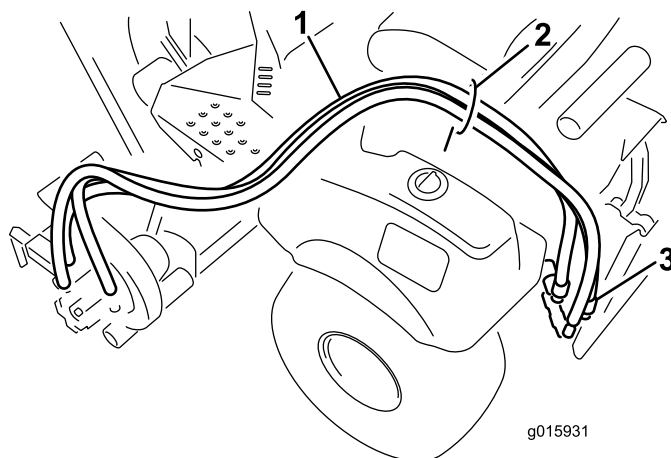

Figura 14
1. Pase las mangueras hidráulicas por la guía de las mangueras y hasta la parte trasera de la máquina (Figura 14).
2. Conecte las mangueras a los conectores remotos traseros (Figura 14).